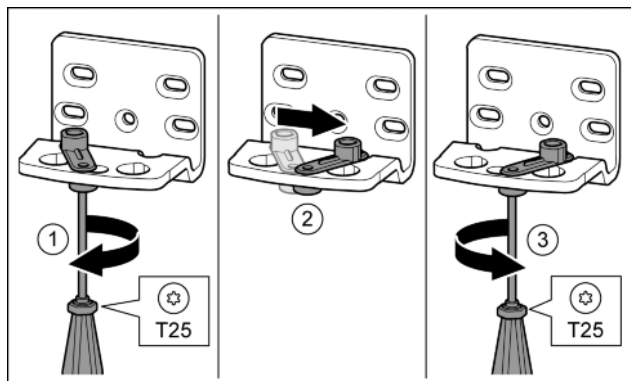

Fig. 13
- ▶ Lekko odkręcić śrubę przy pomocy śrubokręta T25. Fig. 13 (1)
- ▶ Unieść element ułatwiający zamykanie drzwi, a następnie obrócić w otworze w prawo o 90°. Fig. 13 (2)
- ▶ Śrubę przykręcić przy pomocy śrubokręta T25. Fig. 13 (3)